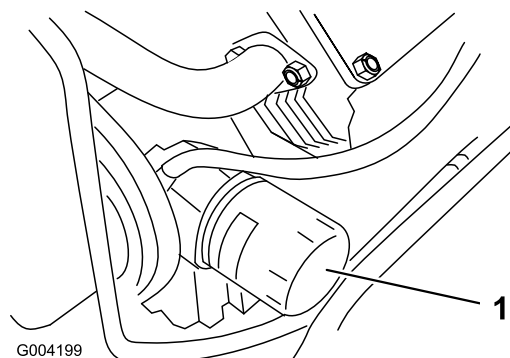

Figura 35
3. Retire el filtro usado (Figura 35) y limpie con un paño la superficie de la junta del adaptador del filtro.